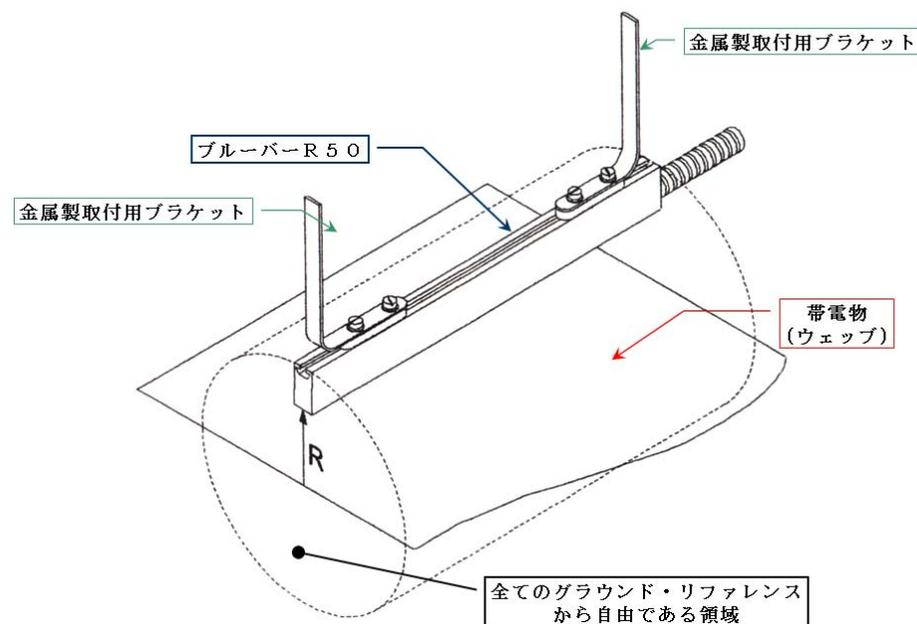

図8 ブルーバーR50の機械フレーム等への取付
- ブルーバーR50を図8に示すように放電電極は針状で、先端は鋭利に尖っており、容易に肌等に突き刺さります。取り扱いには十分注意して下さい。